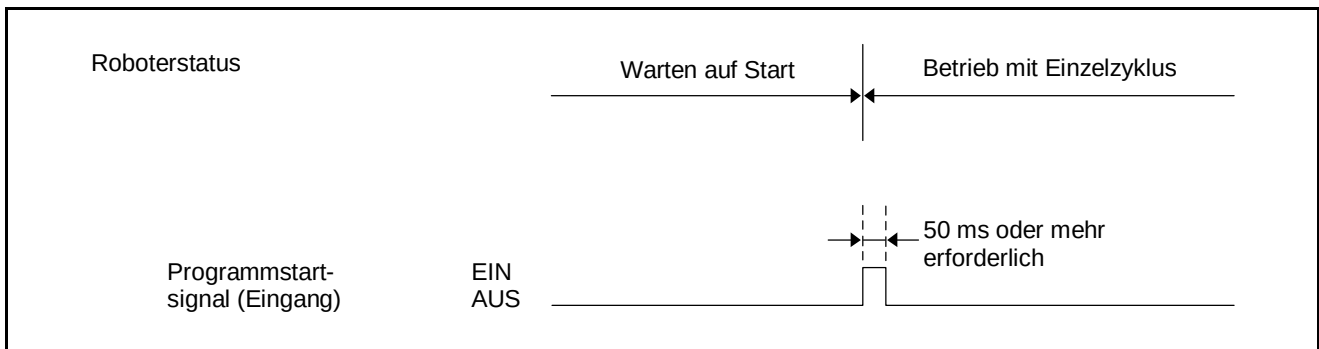

Abbildung 5-43 Beispiel zum Zeitverhalten des Signals "Programmstart" (fällt ab) - 2
- b) In Abbildung 5-43 ist dargestellt, wie Sie bei der vereinfachten Methode (1-Schritt-Methode mit Zeitgeber) sicherstellen, daß das Programmstartsignal abfällt.